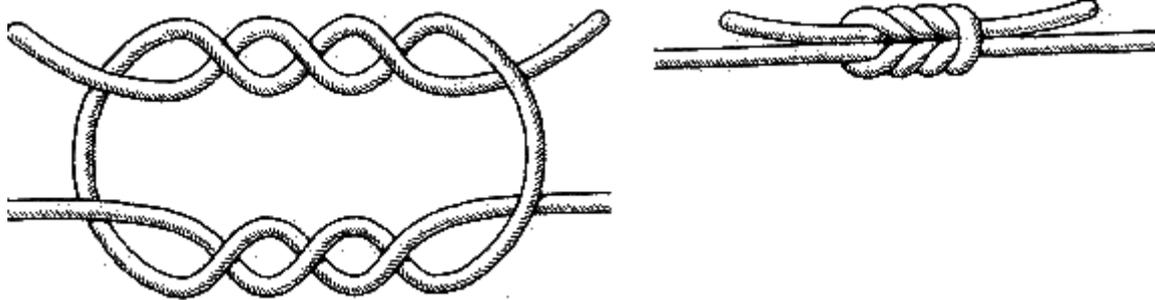

Рис. 28. Академический узел
**Академический узел** (рис. 28). Он очень схож с хирургическим узлом, отличаясь лишь тем, что вместо одного второго полуузла он имеет их два. От своего, если можно сказать, прародителя – прямого узла он отличается тем, что ходовой конец троса обносят вокруг ходового конца другого троса дважды, после чего ходовые концы ведут навстречу друг другу и снова обносят их дважды. Иными словами, внизу два полуузла и сверху два полуузла, но завязанных в противоположную сторону. Это дает академическому узлу преимущество в том, что при большой нагрузке на трос он не так сильно затягивается, как прямой узел, и его легче развязать обычным способом.